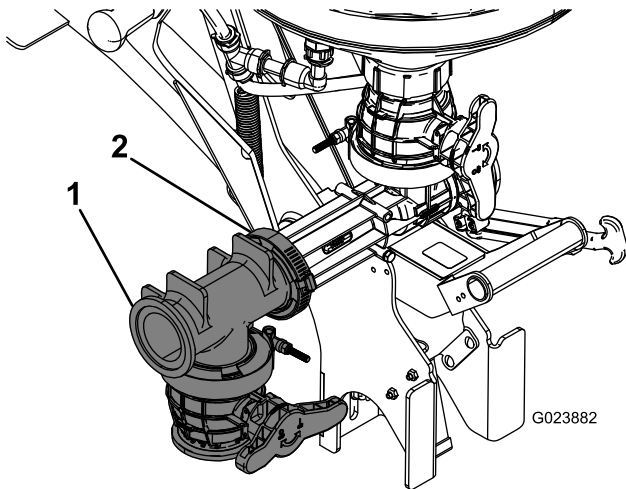

Figure 13
12. Raccordez la vanne en T au mélangeur au moyen d'un joint et d'un collier à vis sans fin (Figure 13).